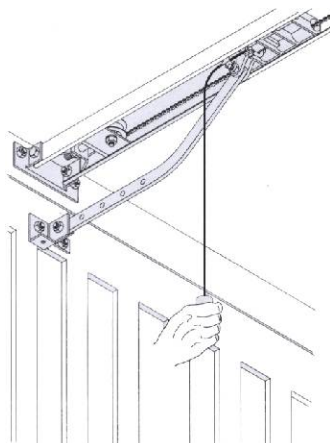
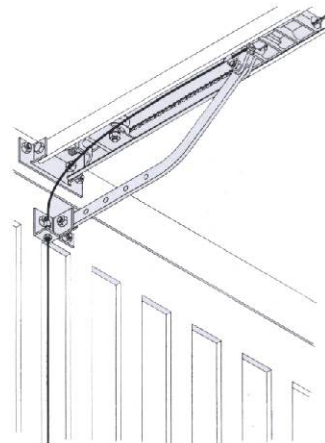

рис.14
рис.15
- Разблокируйте каретку (рис. 14), потянув за верёвочку, и переместите кривой рычаг к полотну ворот. Закрепите его как показано на рис. 15, используя прилагаемые винты.